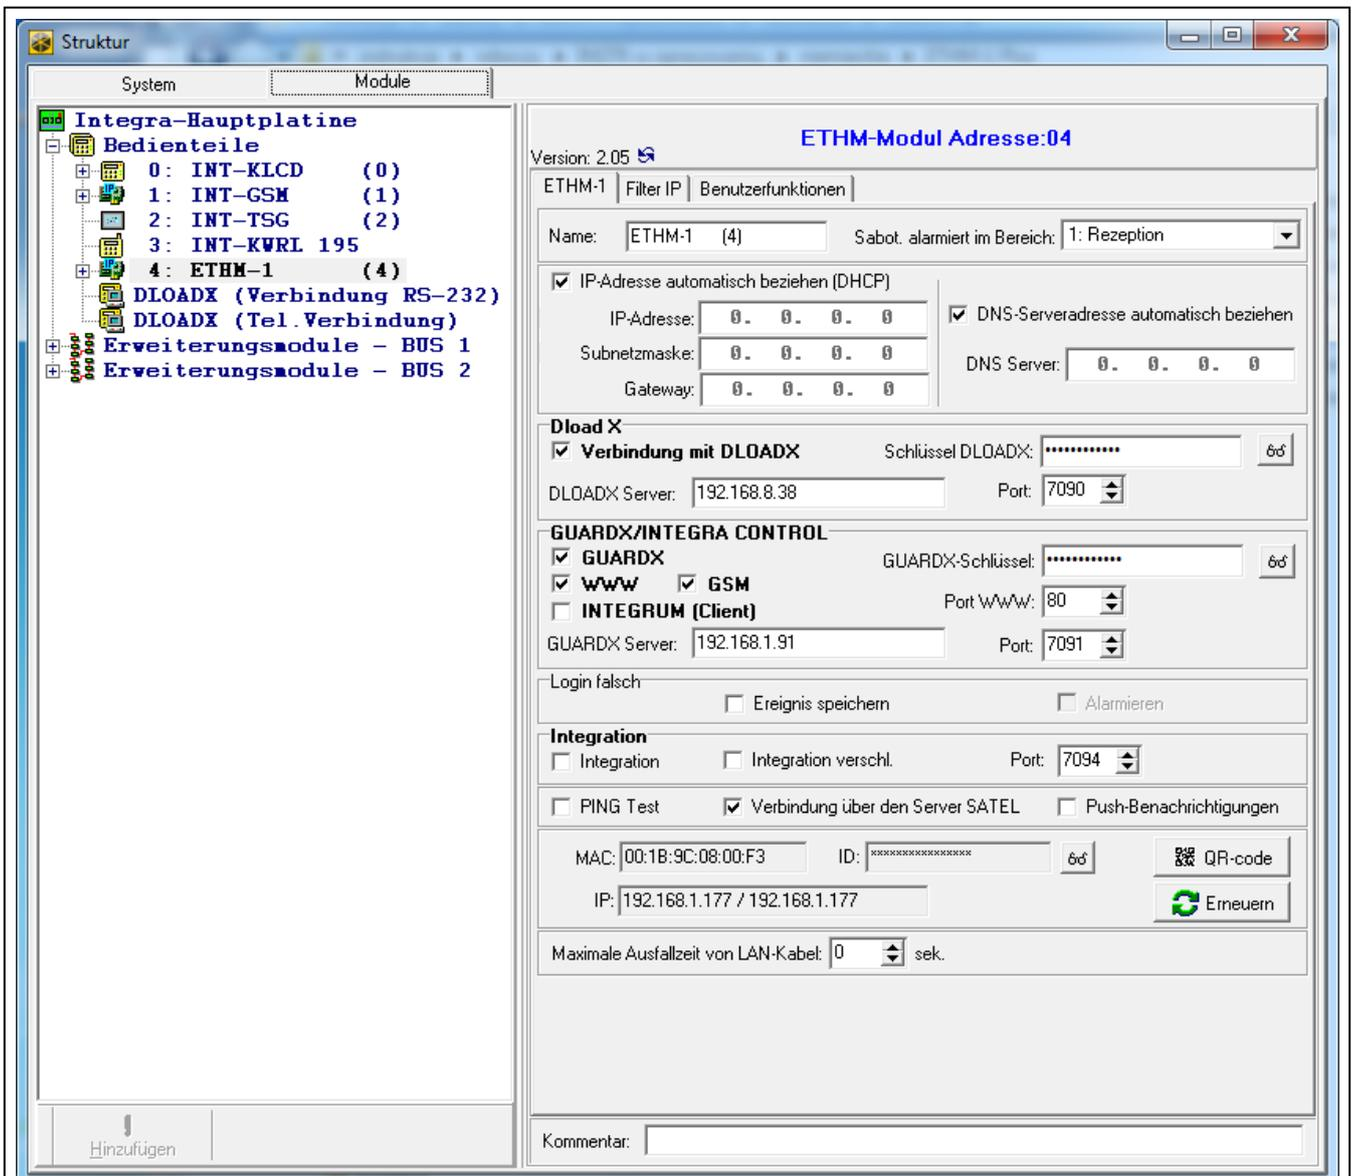

Abb. 5. Programm DLOADX: Einstellungen des an der Zentrale INTEGRA / INTEGRA Plus angeschlossenen Moduls (als „ETHM-1“ identifiziertes Modul).
- im Programm **DLOADX**: unter den Parametern und Optionen des Moduls (Abb. 5 und 6).